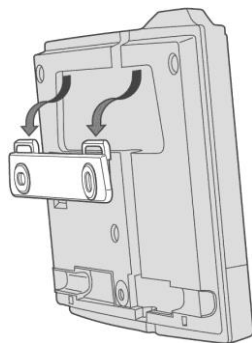

Рисунок 2: надеть на кронштейн устройство.
5. Наденьте устройство на кронштейн и отметьте третье отверстие. (рис. 2)